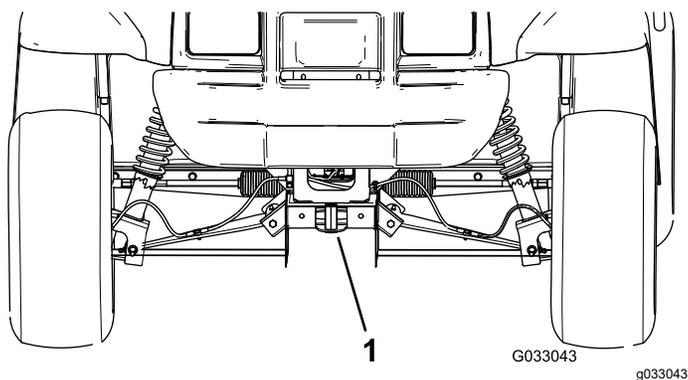
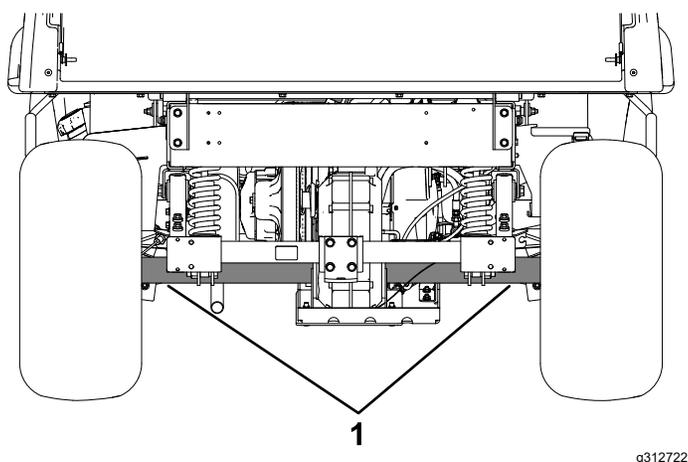

Рисунок 16
Рисунок 17
См. местонахождение точек крепления автомобиля на Рисунок 16 и Рисунок 17.
2. Прикрепите буксирный трос к сцепному устройству в передней части рамы машины (Рисунок 16).